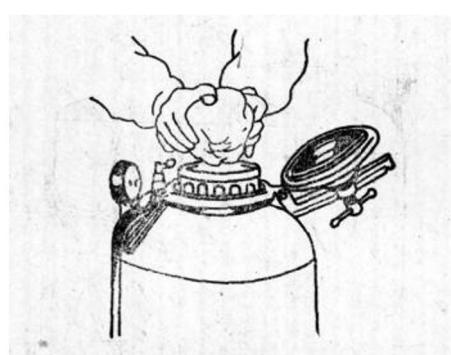

图 1-4
2) 向上扳动移位调节杆11，提起电石篮7，并将移位调节杆11固定好，然后把符合要求的电石放入电石篮内(见图1-4)，随即盖好，把吊紧环21放入压板槽20内，并按顺时针方向转动开盖手柄5，直至不漏气为止。